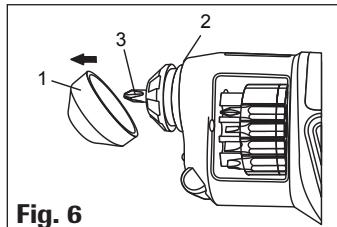

Fig. 6
1. Rimuovere il nasello di gomma (1). Consiglio: Utilizzare una delle punte a testa piatta contenute nella confezione per rimuovere delicatamente il nasello di gomma. Inserire la punta tra il nasello di gomma e il lato anteriore della cassa dell'attrezzo (2) per creare una distanza. Quindi, tirare via il nasello di gomma. (Fig.6)